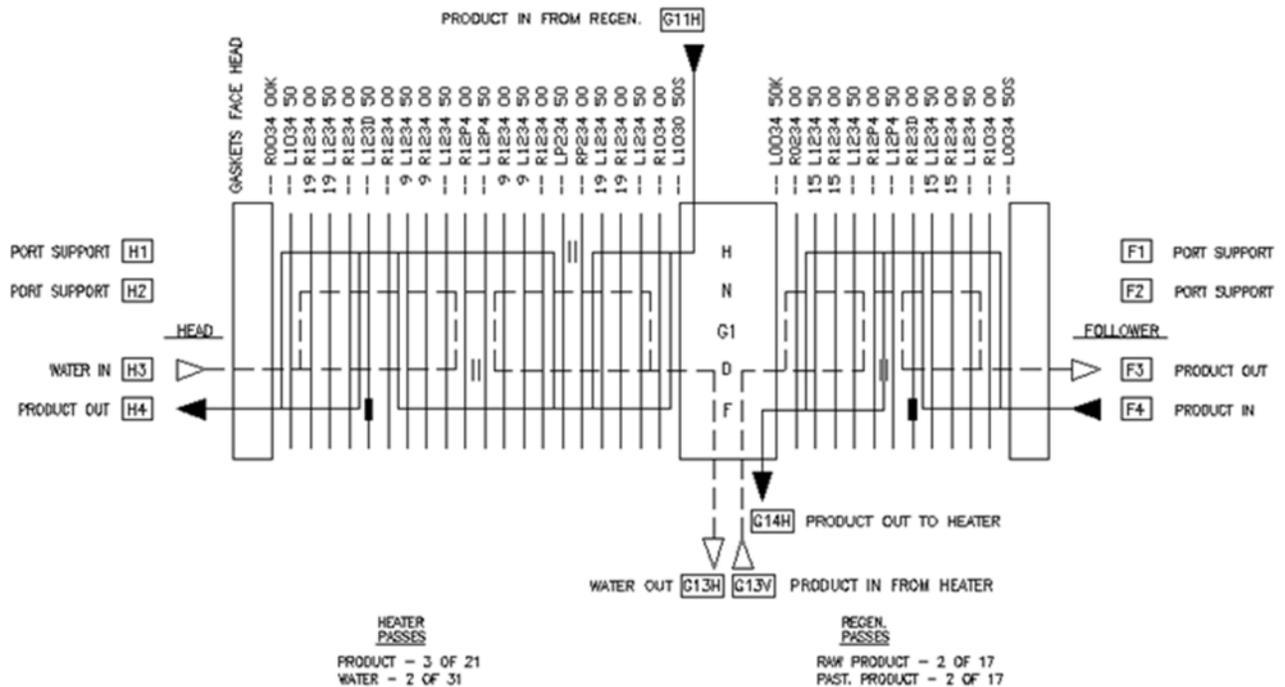

Figura 27: Ejemplo de disposición de dos secciones
En la Figura 27 se muestra una disposición de dos secciones con conexiones en el cabezal, el seguidor y la rejilla de conexión. También muestra el uso de códigos especiales para indicar las placas de drenaje (D), las almohadillas de soporte (P) y las placas de sellado (S) típicas de determinadas placas.